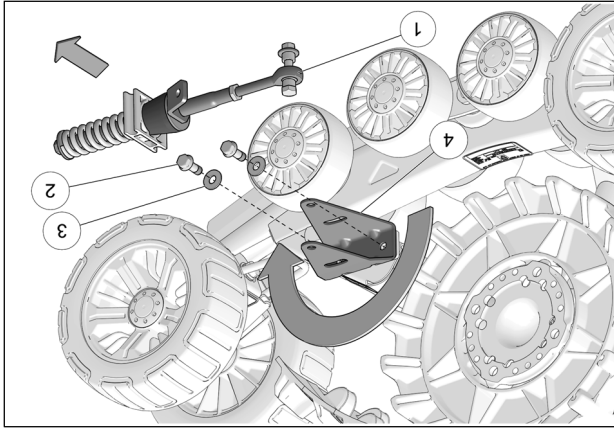

Fig. 14
5. Retirer les bras stabilisateurs (1). Retirer ensuite les boulons (2) et rondelles (3) qui fixent les ancrages anti-rotation (4) aux systèmes avant. Pivoter les ancrages anti-rotation (4) de 180°. Voir la Fig. 14